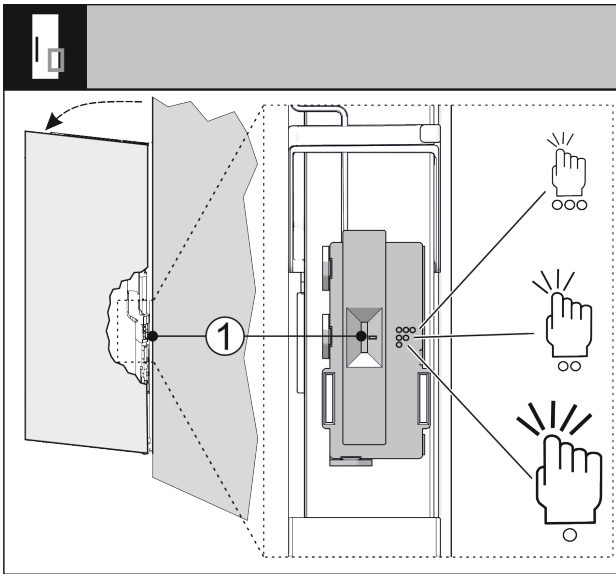

Fig. 71
Отрегулируйте чувствительность сигнала стука при помощи переключателя Fig. 71 (1). Переключатель находится со стороны петель на нижней трети двери.
- ▶ Установите переключатель Fig. 71 (1) в нужное положение.